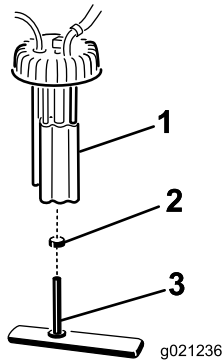

Figura 48
2. Desenchufe los conectores del arnés de cables de la bomba de combustible (Figura 48).
3. Retire el conjunto de la bomba de combustible y el filtro de combustible del depósito (**Figura 48**).
4. Retire la abrazadera que sujeta el tubo del filtro de combustible al acoplamiento de la bomba de combustible. Retire el tubo del acoplamiento (**Figura 48**).